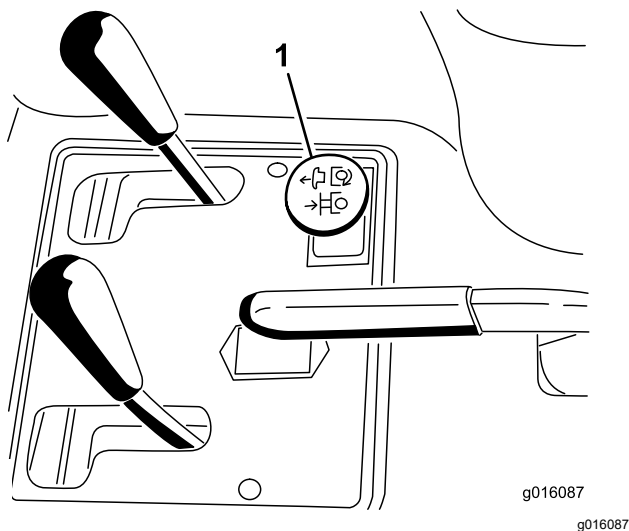

Figure 12
3. Engagez la lame en tirant le bouton de commande hydraulique à distance vers le haut (Figure 12).
- Désengagez la lame en appuyant sur le bouton de commande hydraulique à distance (Figure 12).